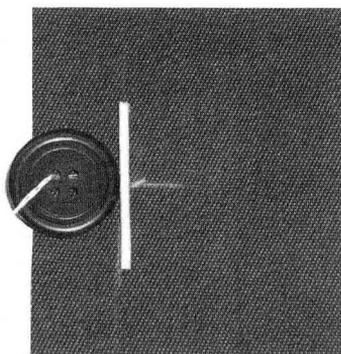

图 1-30
(2) 在下针与回针之间放一截药棉棒，再用针将钮洞眼穿上，原则上四上四下，如图1-30~1-34所示；